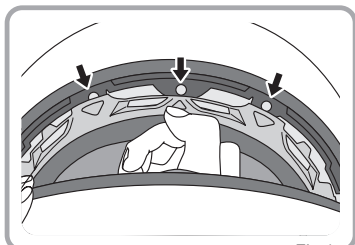

Fig.1
1. Åbn tryklåsene på pandeområdet ved at trække dem ned som vist i Fig. 1